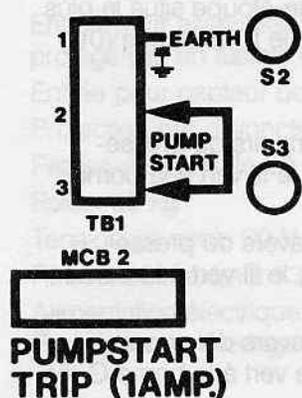

Figure 4
- a Dévisser les 2 vis qui maintiennent la plaque de protection du bornier TB1 (figure 4).